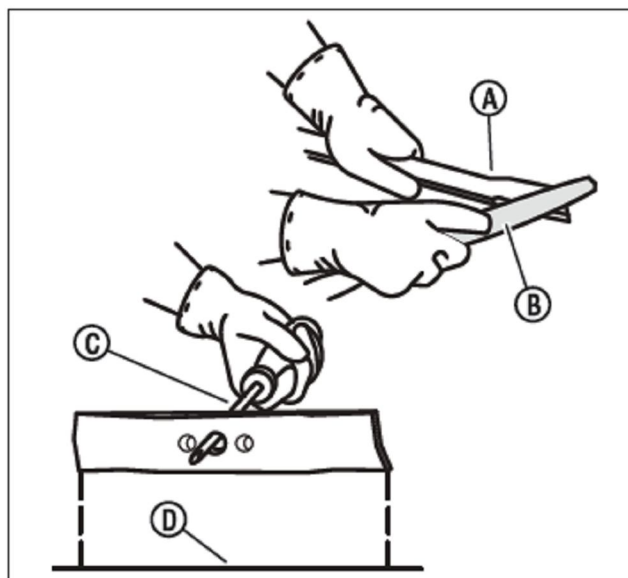

Рис. 18: Заточка ножа
- 4) Заточите нож (A, рис. 18) при помощи напильника (B). Придерживайтесь оригинального угла заточки.
- 5) Проверьте балансировку ножа. Используя отвертку (C) проверьте, чтобы нож оставался параллельным земле (D), как показано на картинке. Сбалансированный нож будет параллелен земле. Если нож сбалансирован плохо, более тяжелый край будет перевешивать. Обточите более тяжелый край, пока нож не сбалансируется.